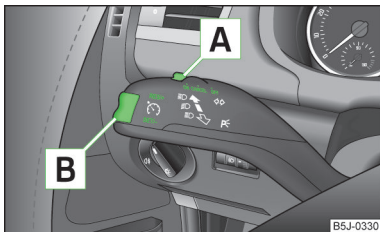

Fig. 114
- Apăsăți comutatorul **A** » fig. 114 în poziția **ON**.
- Apăsăți butonul basculant **B** » fig. 114 la pagina 119 în poziția **RES**.
- Viteza memorată se poate **reduce** prin apăsarea butonului basculant **B** » fig. 114 la pagina 119 în poziția **SET**.
Sistemul de control al vitezei de croazieră se **dezactivează temporar** prin apăsarea comutatorului **A** » fig. 114 la pagina 119 în poziția amortizată **CANCEL**, respectiv dacă se apasă și pedala de frână sau de ambreiaj.
➤ Apăsați comutatorul **A** » fig. 114 la pagina 119 spre dreapta, în poziția **OFF**.